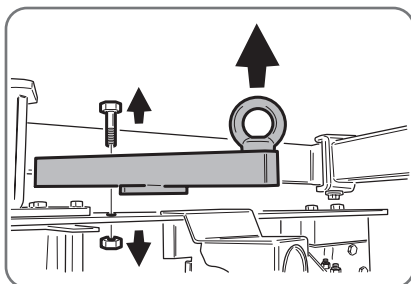

Fig. 3.3
- Quitar el soporte de elevación desenroscando los tornillos y las arandelas (Fig.3.3).